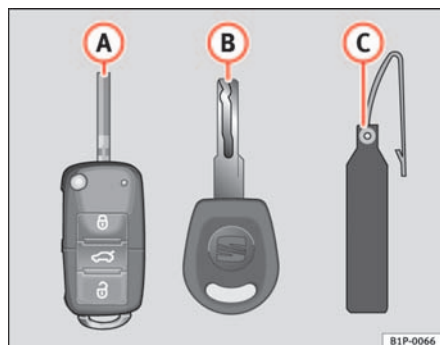

Abb. 63 Schlüsselsatz
- einen Funkschlüssel ⇒ Abb. 63 (A) mit ausklappbarem Schlüsselbart,
- einen Schlüssel ohne Funkbedienung (B),
- einen Kunststoffanhänger (C) mit der Schlüsselnummer.
Nur anhand der Schlüsselnummer auf dem Kunststoffanhänger ⇒ Abb. 63
- Verwenden Sie die beiden Schlüssel, die mit dem Fahrzeug ausgehändigt werden ⇒ Seite 102, Abb. 63, den Funkschlüssel  und den normalen Schlüssel .